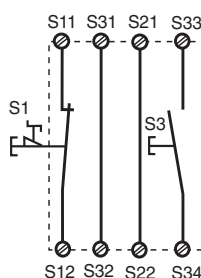

Fig. 3: Circuito de entrada monocanal, rearme manual/Circuito di ingresso monocanale, start manuale/Eenkanalig ingangscircuit, handmatigestart
- Fig. 3, 4, 5, 6: **no hay** conexión S13-S14
- Fig. 3, 4, 5, 6: **nessun** collegamento S13-S14
- Fig. 3, 4, 5, 6, 8: **geen** verbinding S13-S14